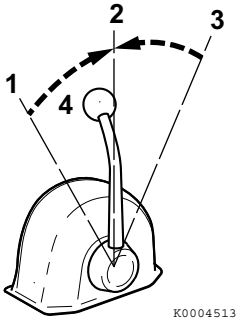

Figura 2
Utilice la palanca de aceleración (**Figura 2, (4)**) para controlar la aceleración y desaceleración. Mueva la palanca lentamente.
2. Al mover la palanca entre **AVANTE (Figura 2, (1 o 3))** y **MARCHA ATRÁS (Figura 2, (3 o 1))**, coloque el embrague en **PUNTO MUERTO (Figura 2, (2))** y haga una pausa antes de cambiar lentamente a la posición deseada. No cambie **NUNCA** bruscamente de **AVANTE** a **MARCHA ATRÁS** o viceversa.